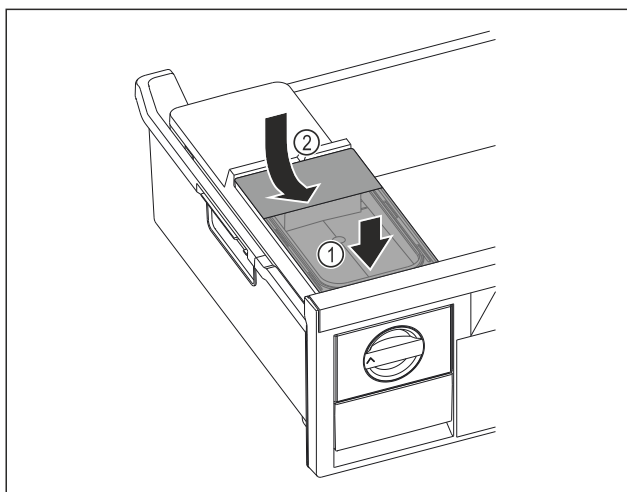

Fig. 110
- Elöl tegye fel a víztartályt. Fig. 110 (1)
- Hátról engedje le a víztartályt. Fig. 110 (2)